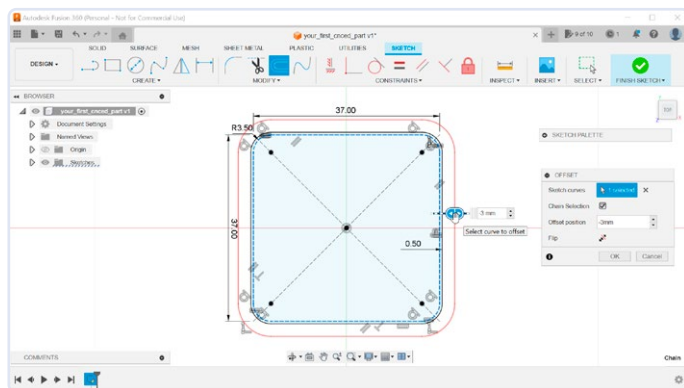

Figure 6. Définition de l'épaisseur des parois.
- Un autre offset est nécessaire pour construire les parois de notre boîtier (**figure 6**). Répétez l'étape à nouveau, mais en entrant un offset de -3 mm. Ceci créera plus tard des parois de 2,5 mm d'épaisseur.